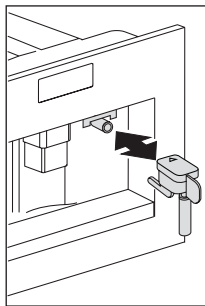

Fig. 13
- ▶ Pour utiliser à nouveau l'appareil, insérez le bec d'eau chaude (Fig. 13) s'il n'est pas déjà en position, appuyez sur l'icône ☉ (B9). Le message « **HOT WATER PRESS OK** » (EAU CHAUDE APPUYER SUR OK) s'affiche. Appuyez sur l'icône ☉ (B9) dans un délai de quelques secondes et distribuez de l'eau depuis le bec pendant environ 30 secondes. Lorsque la distribution s'arrête, les modes de base sont de nouveau affichés.